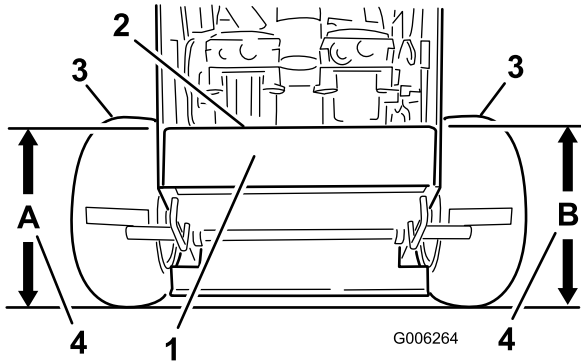

Figure 55
4. Mesurez la hauteur du plancher moteur au point A (Figure 55).
5. Mesurez la hauteur du plancher moteur au point B (Figure 55).